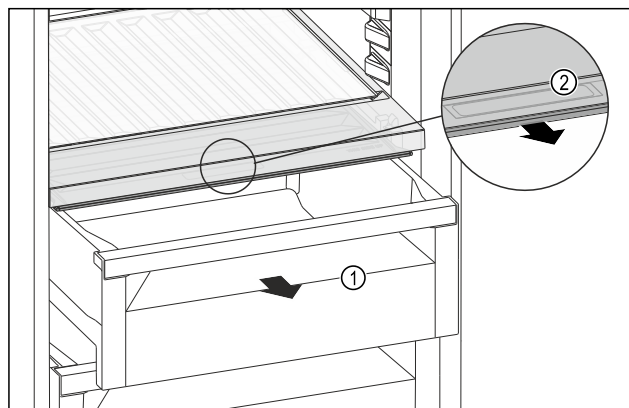

Fig. 206
- Retirer le tiroir Fig. 206 (1).
- Saisir la poignée encastrée Fig. 206 (2) du couvercle du compartiment et tirer le couvercle du compartiment par l'avant.